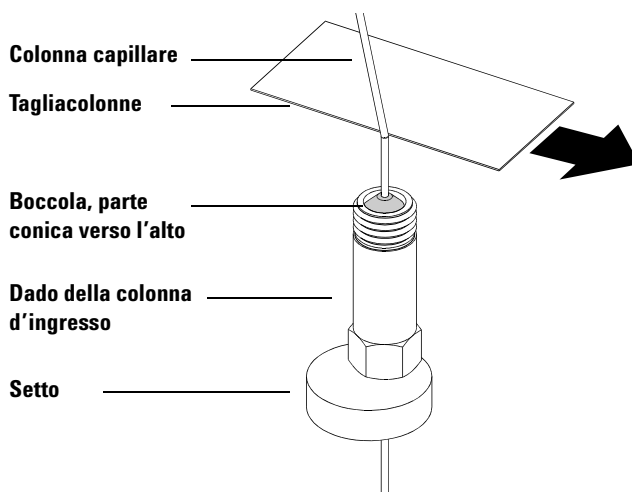

Figura 7 Preparazione di una colonna capillare per l'installazione
- 1 Fare scorrere un setto, un dado della colonna e una boccia condizionata sull'estremità libera della colonna (Figura 7). L'estremità conica della boccia deve essere rivolta dall'altra parte rispetto al dado della colonna.